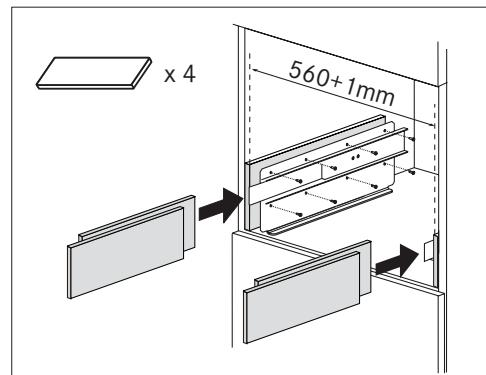

Abb. 7
- If necessary, correct alignment of the appliance Korrigieren Sie gegebenenfalls die Ausrichtung des Geräts, indem Sie die mitgelieferten Distanzscheiben unter oder an den Seiten der Halterung anbringen (Abb. 7).